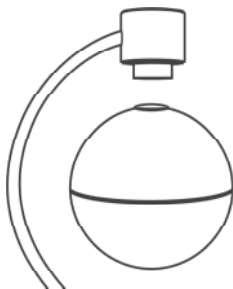

Abb.5
2. Vielleicht finden Sie es auch einfacher die Globuskugel von unten in die richtige Position zu führen. Halten Sie die Globuskugel wieder mit beiden Händen, die Unterarme aufgestützt. Halten Sie Globuskugel (Nordpol oben, Schrift lesbar) ca 2 - 3 cm senkrecht unterhalb des oberen Magnetkopfes (siehe Abb. 5). Führen Sie den Globus jetzt langsam, Millimeter für Millimeter nach oben, senkrecht auf den Magnetkopf zu. Bei einem Abstand von ca. 10 mm werden Sie einen kleinen Ruck in der Globuskugel spüren.